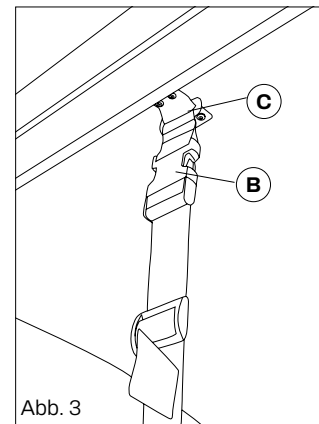

Abb. 3
Schritt 3 Stecken Sie die Stange in die dafür vorgesehene Öffnung an dem Motor und drehen Sie sie: im Uhrzeigersinn geht das Bett nach oben, gegen den Uhrzeigersinn geht das Bett nach unten (Abb. 3).
- Drücken und halten Sie den Griff (Abb. 3), um den Tisch zu drehen.